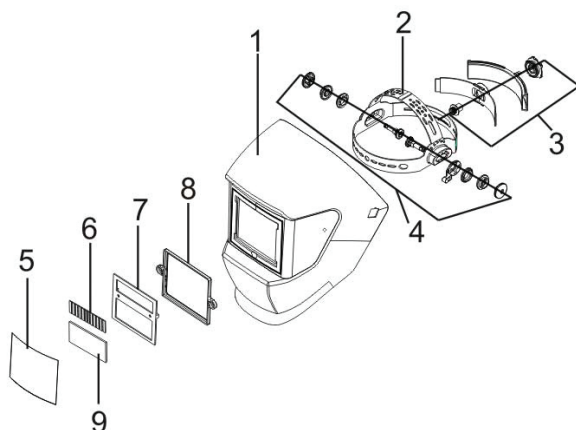

Рис. 1
4.1 Общий вид щитка представлен на рис. 1